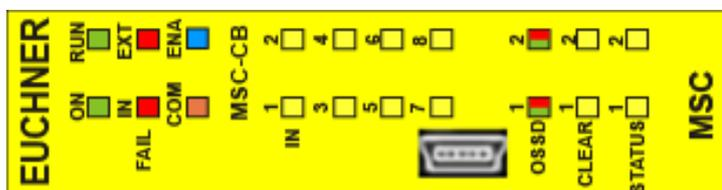

Figura 28:
8.4.1. Modulo base MSC-CB (Figura 28)